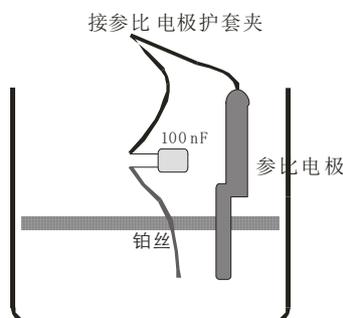

图 1.5 参比电极并联铂丝降低参比回路阻抗
- (1) 确认参比电极的微孔陶瓷处于良好浸透状态，以降低参比电极的阻抗。
- (2) 确认盐桥是导通的，盐桥内琼脂液面浸没参比电极底端，尖端与工作溶液良好接通。
- (3) 打开系统的滤波器来增加系统稳定性。
- (4) 若由于增加的溶液阻抗产生的噪声而无法避免，可用一根铂丝与参比电极并联，将铂丝的一端浸入工作溶液中，另一端通过一个 100nF 的电容器与参比电极的输出端相连；可降低参比回路的交流阻抗，提高稳定性。如图 1.5 所示。